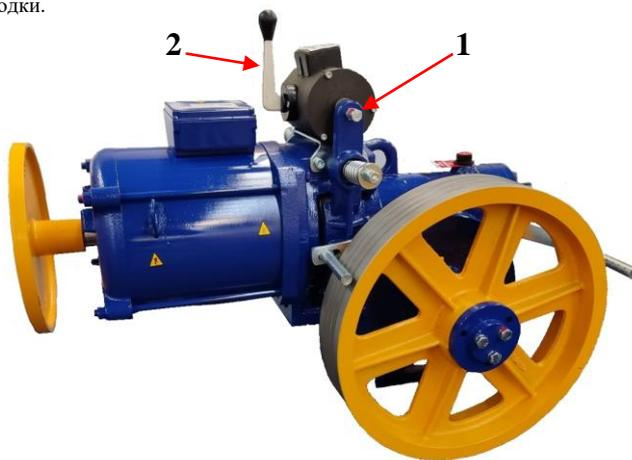

Рисунок 6. Регулировка тормоза
8.1. Перевести тормоз в свободное положение с помощью тормозного рычага (2). (См. Рисунок 6).
8.2. Пока тормоз находится в открытом положении, ослабить контргайку и закручивать болт колодки (1) до тех пор, пока он не коснется тормозного штифта. Как только болт коснется штифта, открутить его на пол-оборота. Затем затянуть контргайку. (См. рисунок 6.) Аналогичные действия выполняются и для другой колодки.